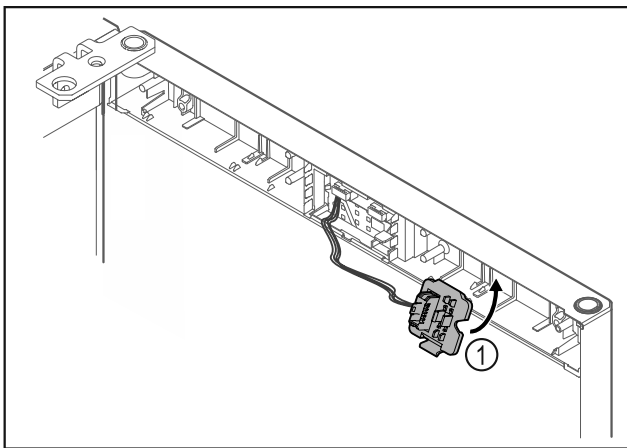

Fig. 21
- ▶ Steckerhalterung Fig. 21 (1) auf Gegenseite einrasten.